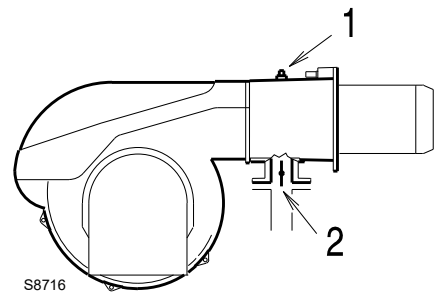

Fig. 24
Pressione del gas misurata alla presa 1)(Fig. 24), con:
Perdita di carico farfalla gas 2)(Fig. 24) con apertura massima: 90°.
- sottrarre dalla pressione del gas alla presa 1)(Fig. 24) la pressione in camera di combustione.
Pressione del gas alla presa 1)(Fig. 24) = 16 mbar
Per conoscere invece la pressione del gas necessaria alla presa 1)(Fig. 24), fissata la potenza massima di modulazione alla quale si desidera funzioni il bruciatore:
- Leggere sulla destra, colonna 1, la pressione alla presa 1)(Fig. 24).
pressione necessaria alla presa 1)(Fig. 24).